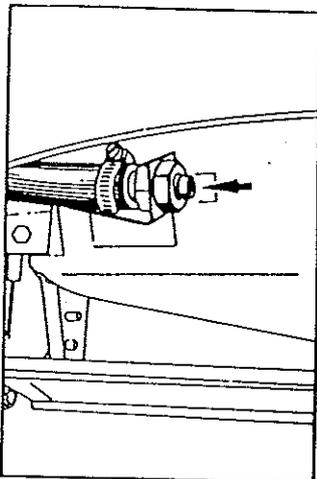
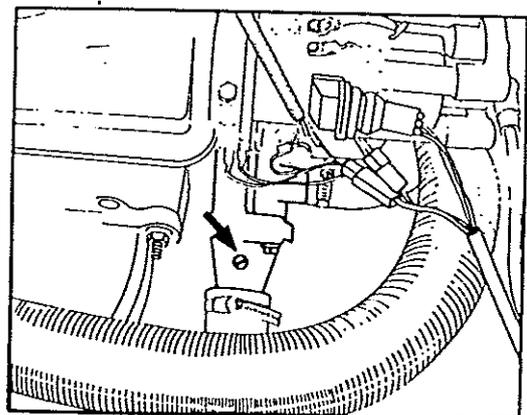

Bild 29
Bild 30
- Entlüftungsschrauben für Wärmetauscher der Heizung (Bild 29) und Thermostatgehäuse (Bild 30) öffnen